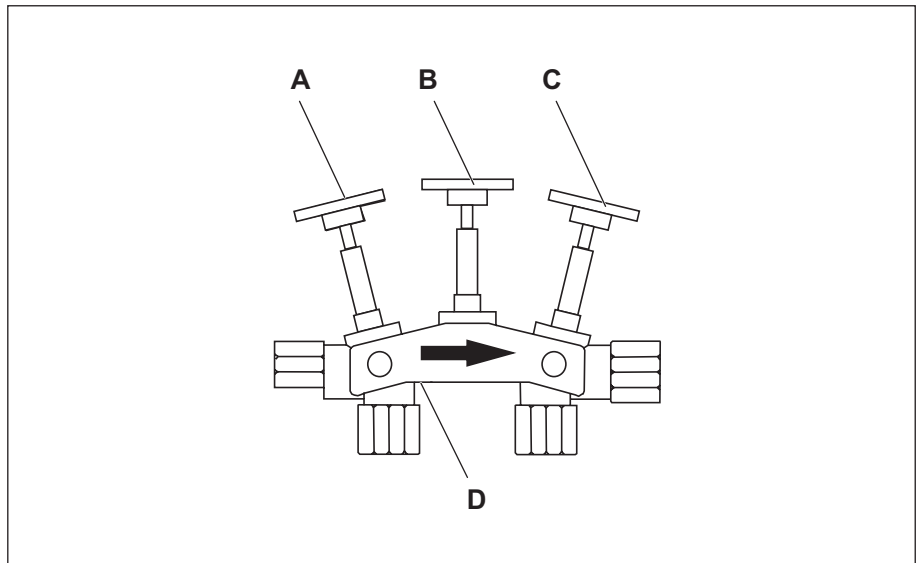

Fig. 4: Positions des vannes du robinet de mélange
- Installer le robinet de mélange dans le système de tuyauterie existant en veillant à ce que la flèche soit tournée (Fig. 4) dans le sens de l'écoulement.